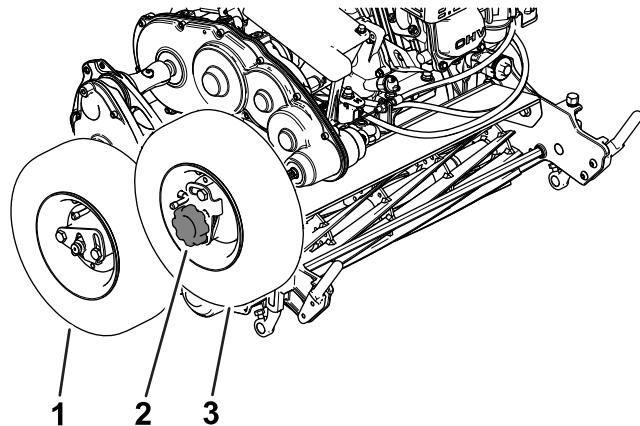

図 11
3. 右側アクスルシャフトに移動走行用ホイールと駆動ハブを取り付ける図 11 を参照。
5. 駆動ハブに取り付けたホイールにノブを取り付ける図 11。